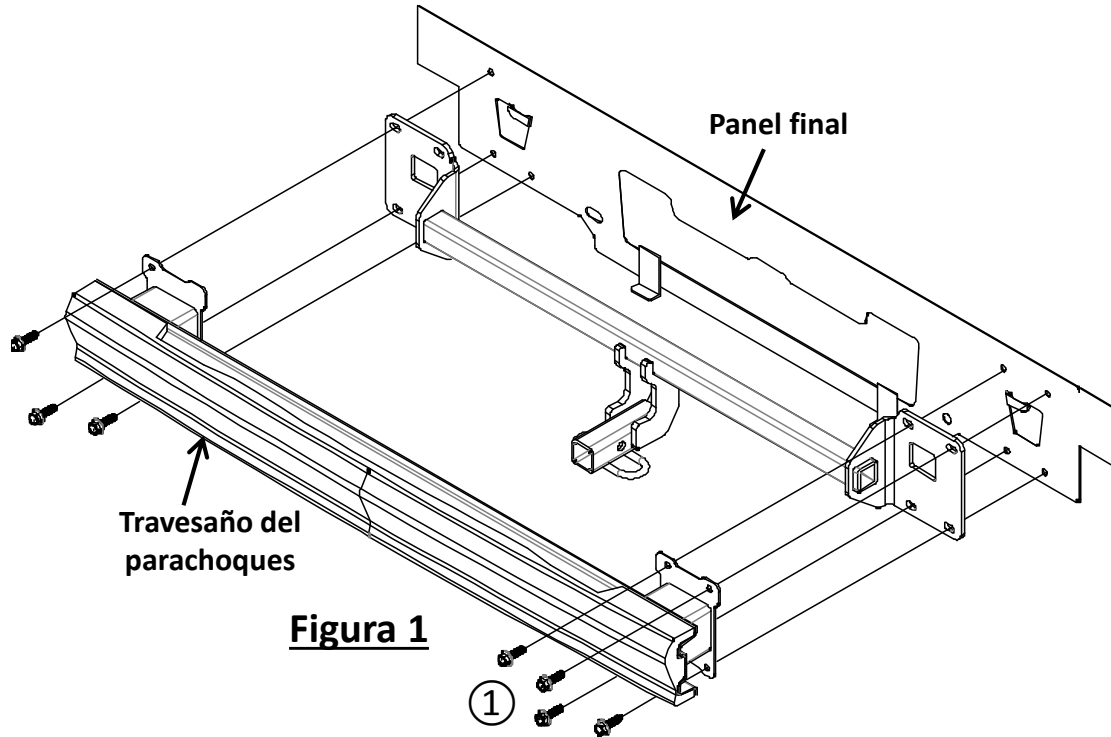

Figura 1
- Desmontar fascia del parachoques:** (a) Con un cubo Torxbit T15, quitar los (4) tornillos plásticos de la fascia inferior. (b) Con un cubo Torx T25, quitar (1) tornillo vertical de la parte inferior del revestimiento del alojamiento de la rueda, (3) tornillos horizontales del lado del revestimiento del alojamiento de la rueda y (1) tornillo vertical en el borde superior detrás del revestimiento del alojamiento, en ambos lados. (c) Con herramientas de recorte de molduras plásticas, retirar la fascia empezando por los bordes exteriores cerca de los alojamientos de las ruedas y con cuidado halar la fascia. (d) Desconectar el arnés de cables de la fascia, si está presente. Colocar la fascia a un lado.
- Quitar el travesaño del parachoques:** Con un cubo de 13 mm con extensión de 6", quitar (7) tuercas M8 de fábrica que sujetan el travesaño del parachoques al panel final. Devolver los pernos al propietario.
- Instalar el enganche:** Alinear el travesaño del parachoques con el enganche en el piso. Levantar el enganche y el travesaño del parachoques a su posición alineando los orificios en el panel final. Sin apretar, instalar (7) pernos M8 ① al travesaño del parachoques y enganche, ver la **Figura 1**.